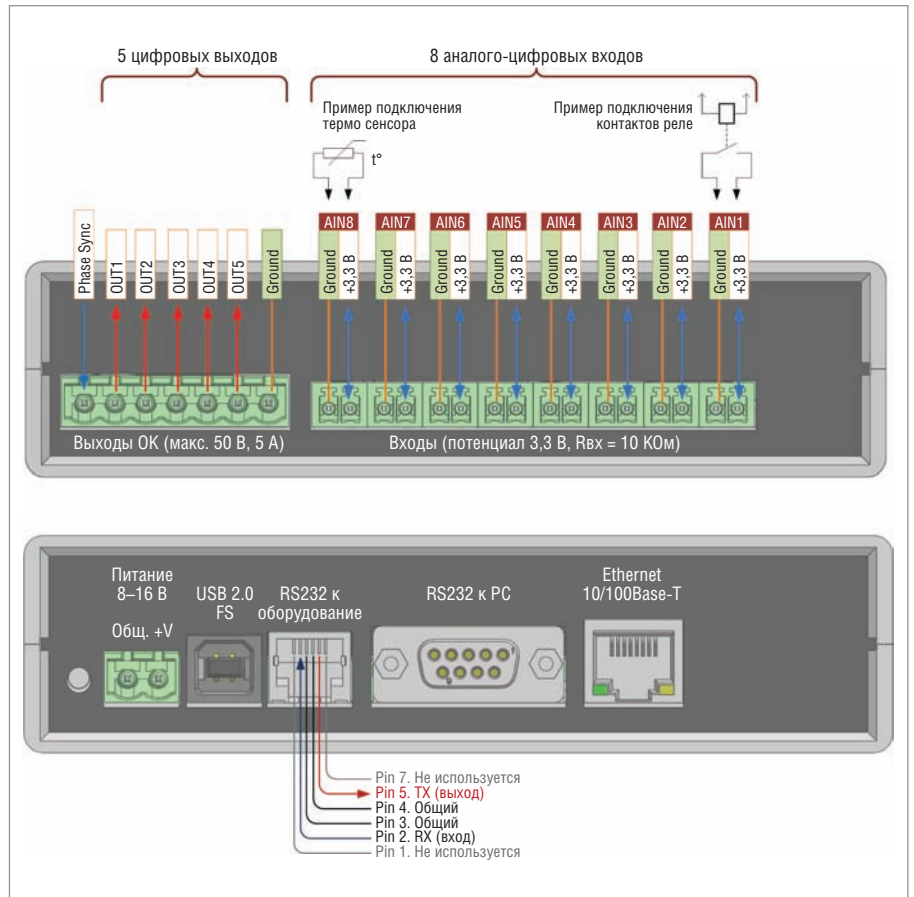

Рис. 4. Внешние интерфейсы контроллера
- габариты140×110×35 мм. Внешние интерфейсы контроллера KPV-4M (см. рис. 4):